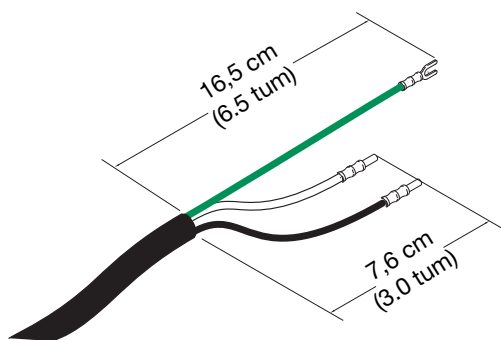

FIG. 3: Nätssladd
- Lägg till skoningar vid behov. Se **FIG. 3**.